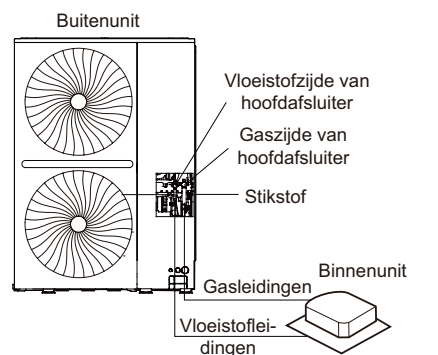

Fig.5.35
8. Spoel de andere openingen op dezelfde manier door, in volgorde van binnenunit A naar de buitenunits toe. Zie afb. 5.35